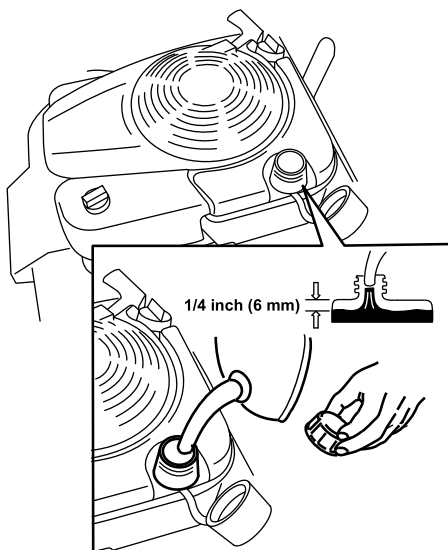

Рисунок 11
1. Очистите область вокруг крышки топливного бака и снимите ее (Рисунок 11).
- При заполнении топливного бака оставьте не менее 6 мм (1/4 дюйма) до дна заправочной горловины, чтобы обеспечить бензину пространство для расширения (Рисунок 11).